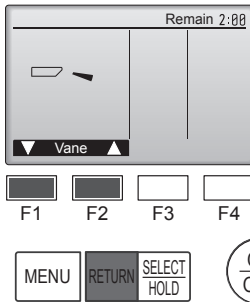

Fig. 8-4
- Pulse el botón [SELECT/HOLD] para visualizar la pantalla de funcionamiento Deflector, y luego pulse los botones [F1] y [F2] para comprobar el sistema automático de desviación del aire. (Fig. 8-4)